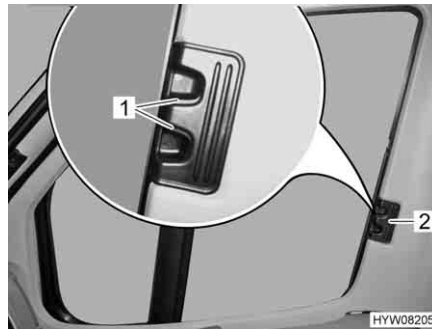

Bild 75    Faltverdunklung für Fahrer-/Beifahrerfenster
- Entriegelungsgriffe (Bild 75,1) zusammendrücken und gedrückt halten.
- Die Faltverdunklungen für das Fahrerfenster und das Beifahrerfenster am Griff (Bild 75,2) zur anderen Fensterseite ziehen und an den Magnetstreifen aneinanderfügen.
- Die Faltverdunklungen für das Fahrerfenster und das Beifahrerfenster am Griff (Bild 75,2) bis zum Anschlag einschieben.
- Entriegelungsgriffe (Bild 75,1) loslassen und einrasten lassen.